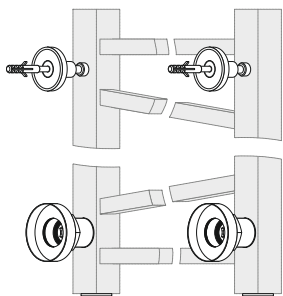
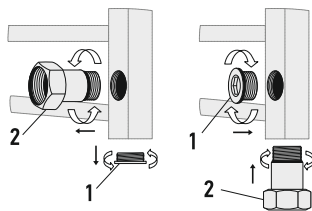

Рис. 5
Рис. 7
4.2. Стандартная комплектация изделий предусматривает нижнее подключение «в стену» и нижнее подключение «в пол» (рис. 5, 6, 7).
4.3.2. Установить на коллектора заглушки (рис. 7 «1») и носики с накидными гайками (рис. 7 «2») в требуемом месте в зависимости от вида подключения (рис. 5).